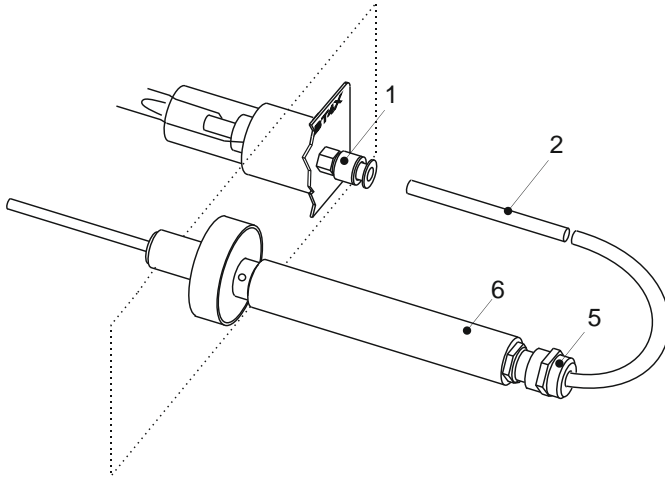
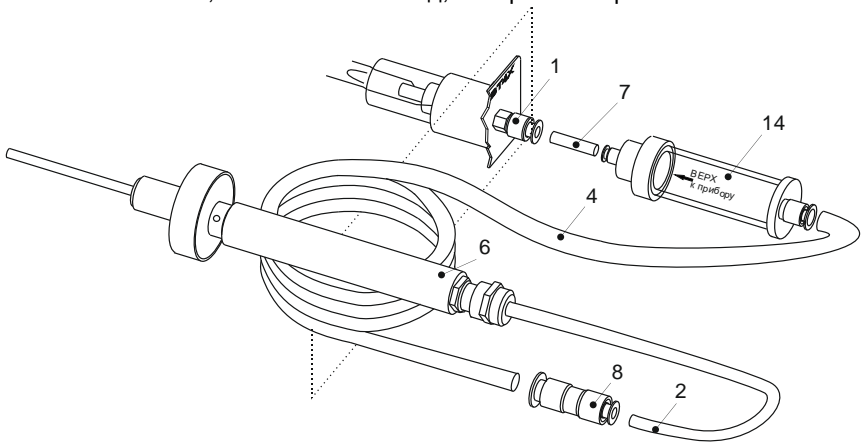

Рис. 1. Схема соединения элементов пробоотборника с газоанализатором
Рис. 2. Схема соединения удлинителя и устройства защиты детектора с газоанализатором
1.1. Отсоедините трубку фторопластовую 2 от переходника 1 (рис. 1). Соедините устройство 14 с переходником 1, используя трубку 7 (поставляется с устройством), и с удлинителем, трубку 2 соедините с переходником 8 удлинителя (рис. 2).
2.3. Для проверки чистоты устройства с помощью фторопластовой трубки 7 соедините выход устройства с входным штуцером 1 газоанализатора (см. рис. 2), а вход – с фильтром-поглотителем и включите газоанализатор. Если показания газоанализатора не превышают 5 мг/м³, устройство считается пригодным к использованию. Если показания газоанализатора превышают 5 мг/м³, следует промыть фильтр повторно и заменить мембрану.